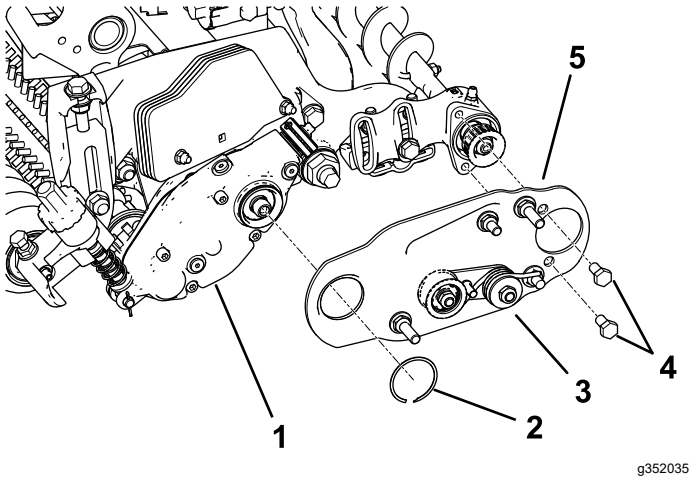

图 12
3. 安装左侧或右侧滚筒刷枢轴板图 12。
注意 确保总轮皮带轮组件按图 12 中所示安装在底部。
4. 为 2 个螺栓 5/16 x 1/2 英寸涂抹蓝色防松螺纹油并用这两个螺栓将滚筒刷侧板安装到滚筒刷轴承座上图 12。
5. 用卡环将滚筒刷侧板固定至滚筒刷架上图 12。